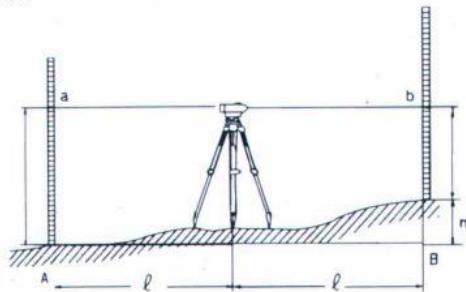

图 5
4.1.4 A、B 两点高差值为 $a-b$ (如图5所示)。